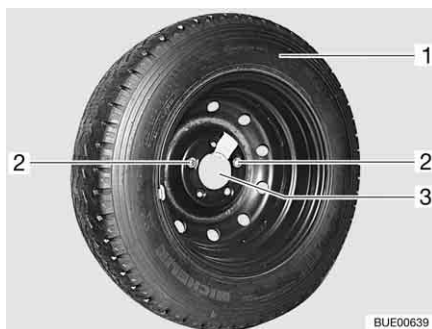

Fig. 250 Etrier de roue de secours dans le garage arrière
- Dévisser et retirer les deux vis de fixation (Fig. 250,2) avec les outils de bord.
- Retirer la roue de secours (Fig. 250,1) de sur l'étrier (Fig. 250,3).